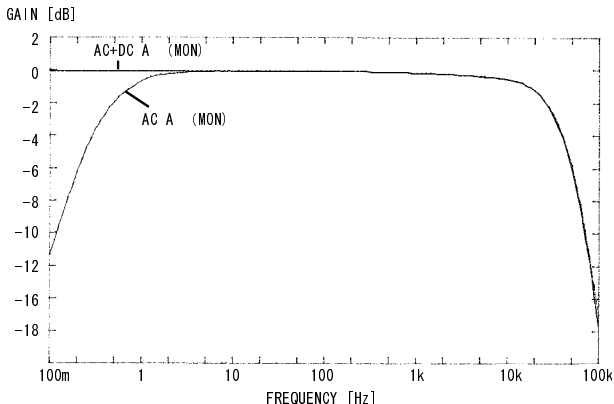

図1 電流出力周波数特性
- ・測定の応答速度は、フルスケール (f.s.) 入力時に、立上り (0%→90%) は約 250 ms、立下り (100%→10%) は約 500 ms です。(2.2.5 の図 1, 2 参照)
- ・測定 の応答速度は、フルスケール (f.s.) 入力時に、立上り (0%→90%) は約 250 ms、立下り (100%→10%) は約 500 ms です。(2.2.5 の図 1, 2 参照)
- 測定の応答速度は、フルスケール (f.s.) 入力時に、立上り (0%→90%) は約 **250 ms**、立下り (100%→10%) は約 **500 ms** です。(2.2.5 の図 1, 2 参照)